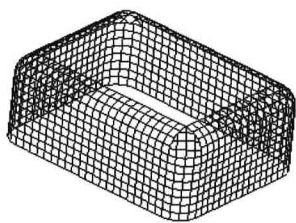

图 1.3
- (4) 在工具栏中单击按钮, 然后单击按钮。
- (5) 单击鼠标中键。如图 1.3 所示为复制的曲面。